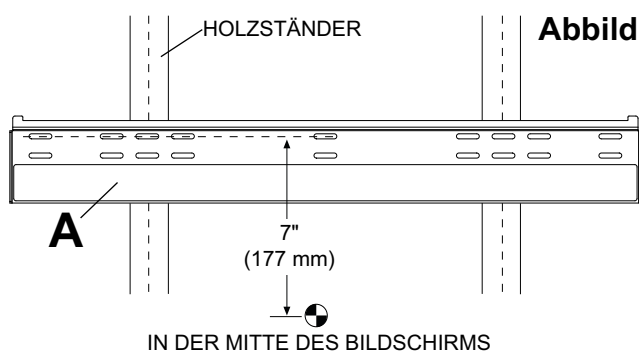

Abbildung. 1.1
- 1** Die Wandplatte (**A**) kann an zwei Ständern angebracht werden, die 51 oder 61 cm (20 oder 24 Zoll) bzw. an drei Ständern, die 40,6 cm (16 Zoll) auseinander liegen. Bestimmen Sie die Kanten der Ständer mithilfe eines Balkenfinders. Am besten eignet sich ein Balkenfinder mit genauer Kantenanzeige. Verwenden Sie die Kanten als Richtlinie und ziehen Sie eine senkrechte Linie entlang der Mitte der Ständer. Halten Sie die Wandplatte als Schablone an die Wand. Die Montageschlitzte sollten sich wie in Abbildung 1.1 dargestellt 177 mm (7 Zoll) oberhalb der gewünschten Bildschirmmitte befinden. Richten Sie die Platte waagerecht aus und markieren Sie die Mitte jeder Montagebohrung. Achten Sie darauf, dass die Montagebohrungen sich jeweils auf der Mittellinie der Holzständer befinden. Bohren Sie bei Befestigung an zwei Ständern vier Löcher mit einem Durchmesser von 4 mm (5/32 Zoll) und einer Tiefe von 51 mm (2 Zoll) bzw. bei Befestigung an drei Ständern sechs Löcher mit einem Durchmesser von 4 mm (5/32 Zoll) und einer Tiefe von 51 mm (2 Zoll). Achten Sie darauf, dass die Wandplatte waagerecht ausgerichtet ist und befestigen Sie sie wie in Abbildung 1.2 oder 1.3 dargestellt mit Hilfe einer Holzschraube (**C**) für jede Montagebohrung.
- 1** Achten Sie darauf, dass die Wandplatte (A) waagrecht ausgerichtet ist und verwenden Sie sie als Schablone zur Markierung von sechs Montagebohrungen. Die oberen Montageschlitze sollten sich wie in Abbildung 1.1 auf Seite 28 dargestellt 177 mm (7 Zoll) oberhalb der gewünschten Bildschirmmitte befinden. Bohren Sie sechs Löcher mit einem Durchmesser von 8 mm (5/16 Zoll) und einer Mindestdiefe von 64 mm (2,5 Zoll). Stecken Sie Dübel (D) in die Löcher, bis sie bündig mit der Wand abschließen (siehe Abbildung rechts). Halten Sie die Wandplatte über die Dübel und befestigen Sie sie mit sechs Holzschraube (C). Richten Sie sie waagrecht aus und ziehen Sie dann sämtliche Befestigungsteile an.